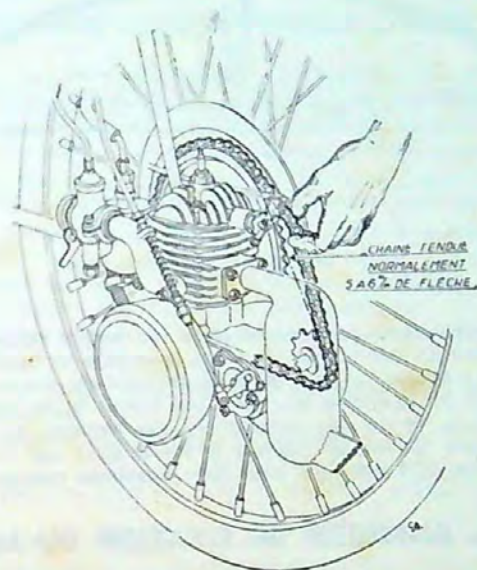

Fig. 8 - Vérification de la tension de chaîne
b) le brin inférieur de la chaîne doit rester constamment tendu, tandis que le brin supérieur doit être légèrement « mou » pour toutes les positions de la roue arrière. On peut s'assurer que le brin supérieur n'est pas trop tendu en le prenant au milieu de sa longueur avec une pince et en essayant de le soulever : il doit pouvoir se déplacer de 4 à 6 mm en hauteur si la chaîne est bien réglée au point de vue tension, et cela pour toutes les positions de la roue arrière. (Voir fig. 8.)